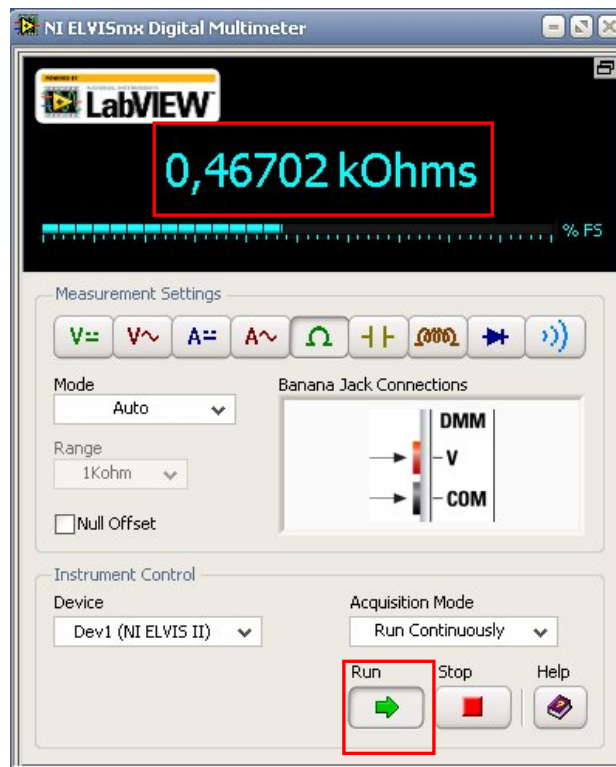

Рисунок 5 - Настройка мультиметра и измерения сопротивления
5.8 Определить сопротивление резистора. Для этого, мультиметр, переключить в режим измерения сопротивления, нажав на кнопку «Ω». Затем, включить мультиметр, нажав кнопку «Run». В результате, на экране мультиметра появится результат измерения (Рисунок 5).